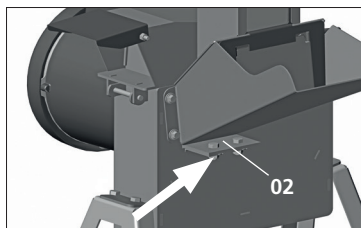
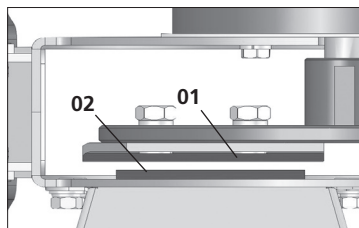

Fig. 20
Fig. 21
Solte as porcas sextavadas, conforme [Fig. 20], e desloque a contralâmina (2) até que as lâminas (1) passem à distância de aproximadamente 1 mm da contralâmina (2), [Fig. 21].